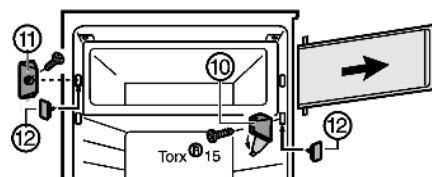

Fig. 6\*
- ▶ Ouvrir le cache du support d'appui Fig. 6 (10).\*
- ▶ Dévisser le support d'appui Fig. 6 (10) avec la porte du compartiment.\*
- ▶ Dévisser l'élément de fermeture Fig. 6 (11).\*
- ▶ Boucher les trous à l'aide du cache Fig. 6 (12) fourni.\*